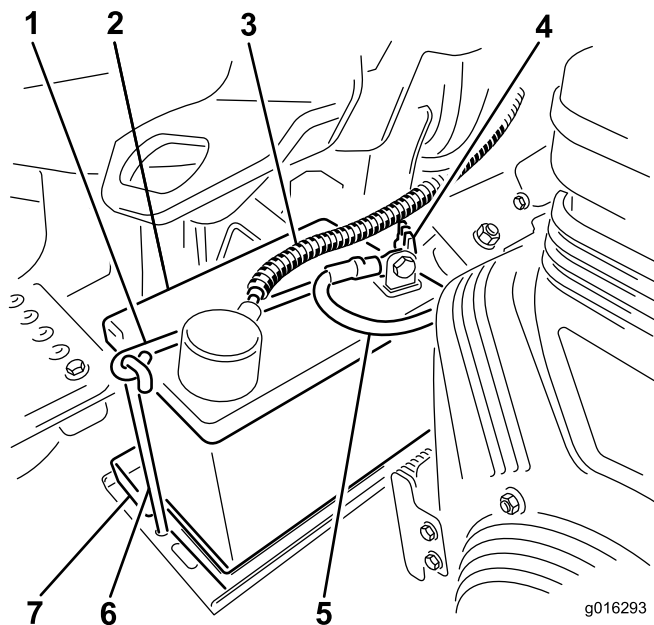

Figure 8
7. Placez la batterie sur son support et fixez-la avec la barrette et les fixations retirées précédemment (Figure 8).
8. Raccordez le câble positif (rouge) de la batterie à la borne positive (+) et le câble négatif (noir) à la borne négative (–) et fixez-les en place avec les vis et les écrous (Figure 8). Placez le capuchon protecteur sur la borne positive pour éviter les courts-circuits.